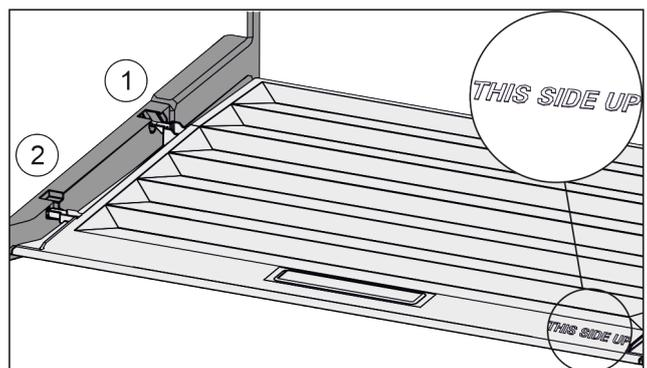

Fig. 159
- ▶ Deckelstege über Öffnung der hinteren Halterung *Fig. 159 (1)* einführen und vorne in Halterung *Fig. 159 (2)* einrasten.